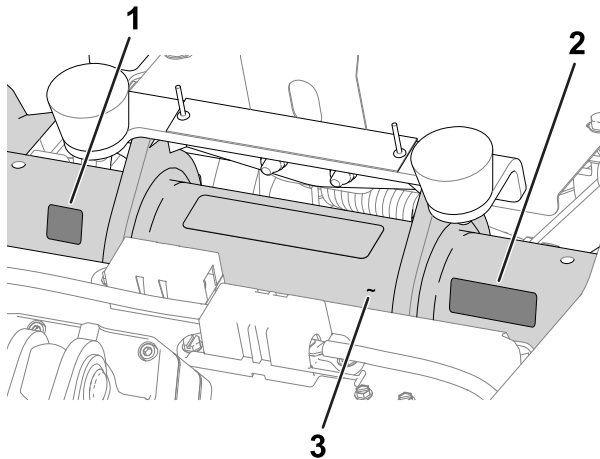

Figure 11
- **Autocollant de l'année de production et autocollant de marque de conformité CE :** apposez les autocollants sur le tube du cadre, sous le siège et la plaque du numéro de série ; voir Figure 11.